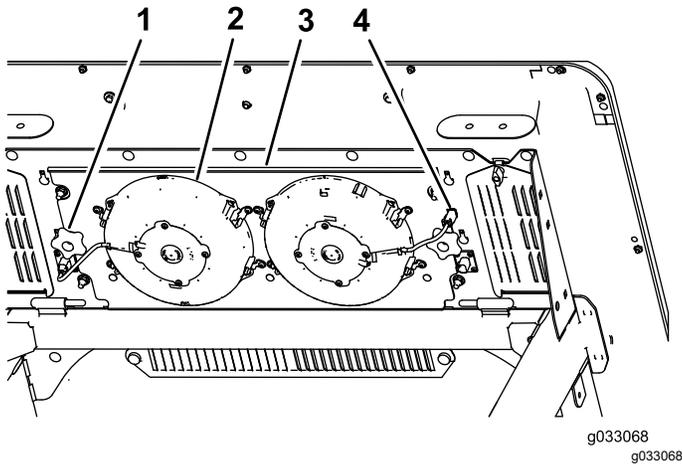

Figure 56
2. Languette (4)
3. Débranchez le connecteur et le câble d'alimentation des ventilateurs de la prise (Figure 56).
4. Retirez les 2 boutons qui fixent le panneau de ventilateurs et les ventilateurs sous le haut de la cabine (Figure 56) et déposez l'ensemble.